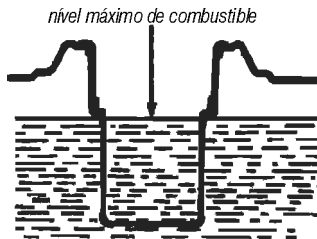

Fig. 11 – nivel máximo de combustible
- 4 – Nunca exceda la capacidad del tanque (fig. 11);